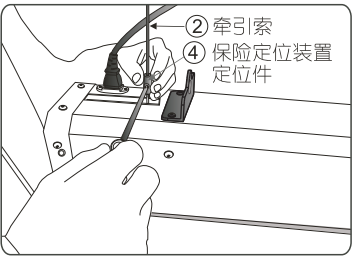

图 30
- a. 升限保险定位装置为触动式结构，是由定位件及保险执行机构组成（请参照银幕结构图示）。设置保险定位装置定位件时，将定位件上的调节螺丝拧松，根据您的需要，把定位件向上或向下移动，移到合适的位置，再将调节螺丝拧紧即可（如图 30）。